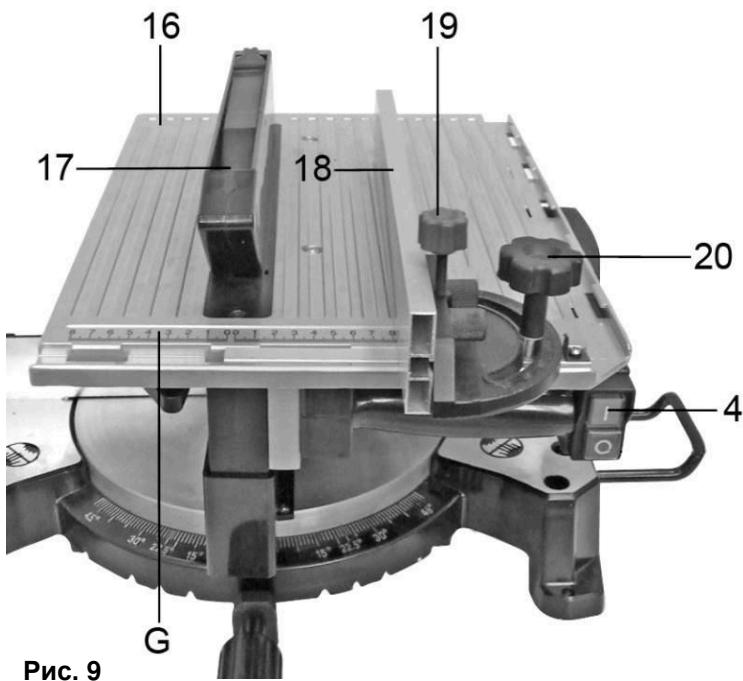
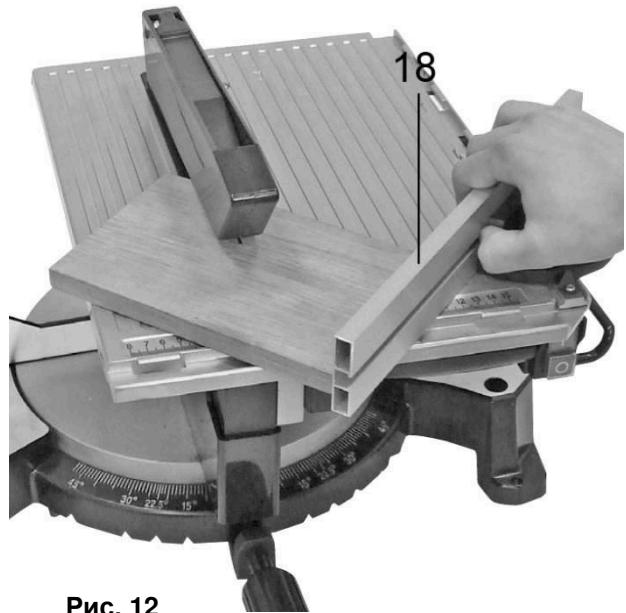

Рис. 9
Рис. 12
- Угловой упор (18) закрепляется на верхнем распиловочном столе (16) с помощью винтов-фиксаторов (19 и 20)(См. Рис.9).
- Подайте заготовку к пильному диску, перемещая направляющий упор (18) с транспортиром по пазу распиловочного стола (16)(См. Рис.9; 10).
- Зафиксируйте положение упора (18) винтами фиксации планки (19) и винтом транспортира (20)(См. Рис.9).
- Установите направляющий упор (18) под произвольным углом к пильному диску. Для этого отпустив винт (20) поверните транспортир и совместите соответствующую метку с указателем угла.
- Подайте заготовку к пильному диску, перемещая угловой упор (18) с транспортиром по пазу рабочего стола (16) (См. Рис.12).